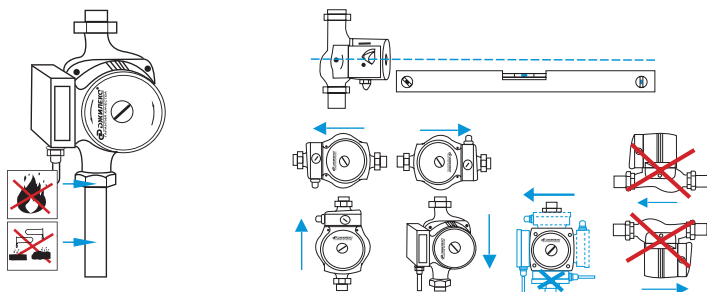

Рисунок 3. Правила установки насоса
- Номинальный диаметр трубы не должен быть меньше номинального диаметра фланца насоса. Направление вращения вала электродвигателя обозначено на информационной табличке. Ось вала должна располагаться горизонтально (рисунок 3).